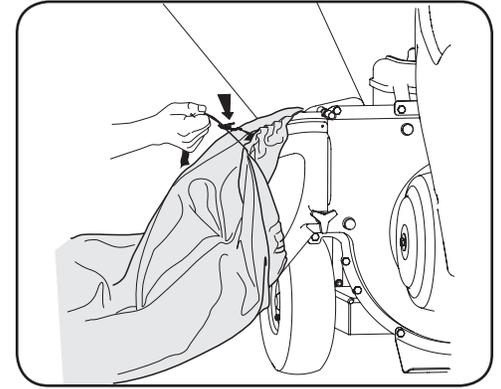

Figure 4-2
2. Pincez la boucle de verrouillage pour desserrer la sangle du sac, puis retirez le sac du déflecteur de la goulotte. Voir Figure 4-2.